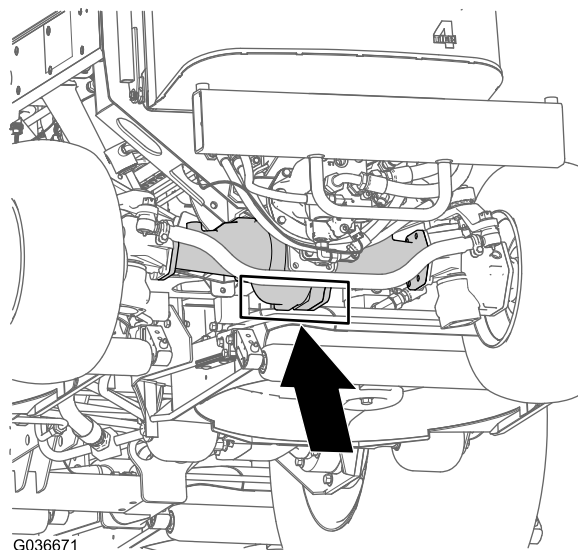

Figure 47
**Arrière de la machine** – au centre du pont (Figure 47).